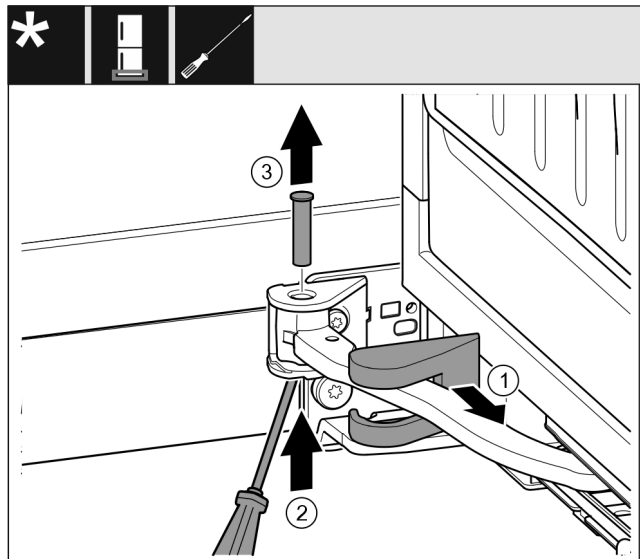

Fig. 15
- Retirer le cache du support de palier Fig. 15 (1) et le déplacer le long de la jointure.
- Soulever l'axe Fig. 15 (2) par le bas avec un tournevis.
- Retirer l'axe Fig. 15 (3) par le haut.